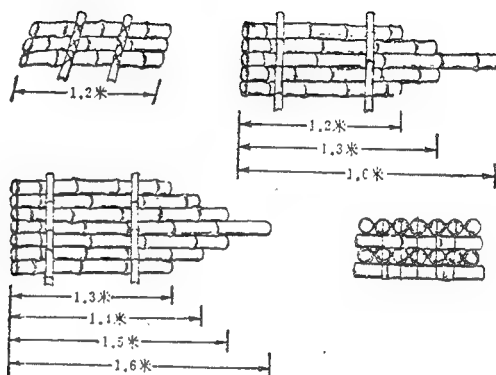

图 8
4. 竹（木）筏。做法：用约十厘米粗的竹（木）三根、五根或十四根（双层），用绳索和竹（木）片将其连接扎紧即成浮筏（图 8）。其浮力，三根的约 10 公斤，五根的约 20 公斤，十四根的（双层）约